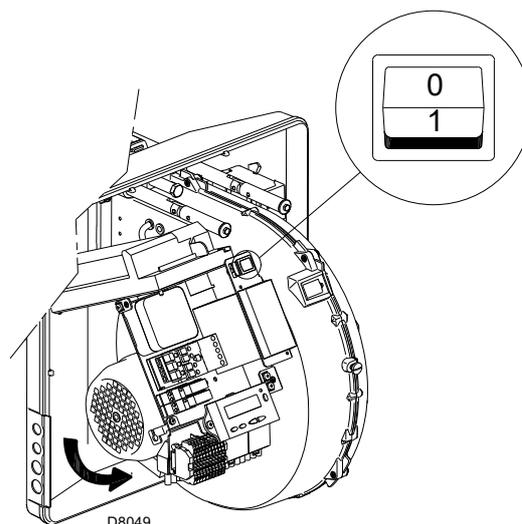

Fig. 31
Chiudere i termostati/pressostati e mettere l'interruttore di Fig. 31 in posizione "1".
Appena il bruciatore si avvia posizionarsi quindi di fronte alla ventola di raffreddamento del motore ventilatore e verificare che questa ruoti in senso antiorario. Vedi Fig. 31.
- mettere l'interruttore di Fig. 31 in posizione "0" ed attendere che l'apparecchiatura esegua la fase di spegnimento;
Il bruciatore è nello stato di attesa richiesta calore o il selettore "0-1" (Fig. 31 a pag. 33) è sulla posizione "0".